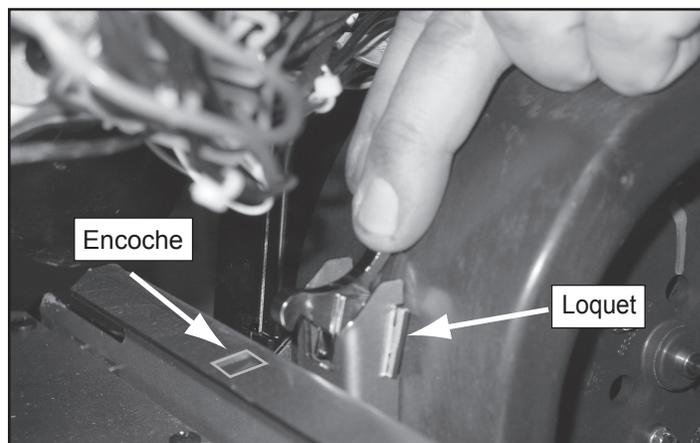

Figure 33.2
1. Après avoir ôter les côtés, passez la main derrière le ventilateur et libérez l'attache en poussant le haut de l'attache en direction du ventilateur (**Figure 33.2**).